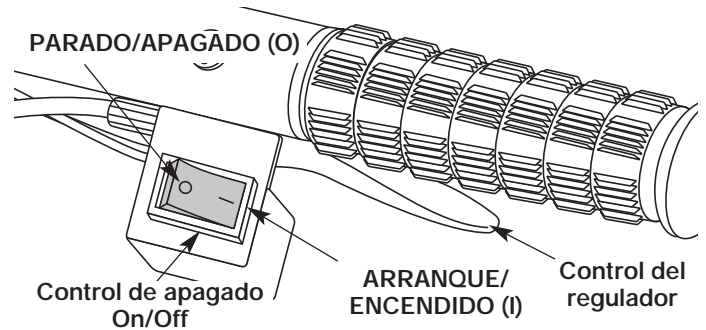

Fig. 6
2. Coloque el control de encendido y apagado On/Off en posición de **ARRANQUE (I)** (Fig. 6).
**NOTA:** La obturación no es necesaria para arrancar un motor que ya está caliente. Coloque el control de encendido y apagado en posición de **ARRANQUE (I)** (Fig. 6), y arranque en posición de obturación **PARCIAL (PARTIAL) (B)** (Fig. 7).
2. Coloque el control de encendido y apagado en posición de **APAGADO (O)** (Fig. 6).